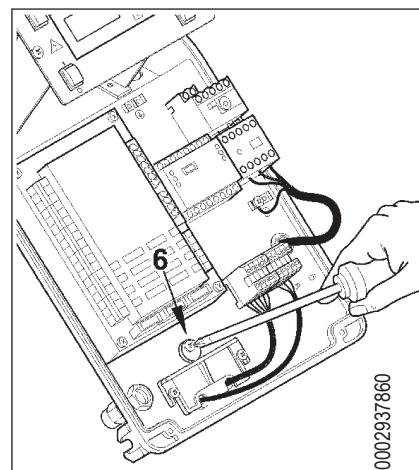

Рисунок 3
- Установить на место плиту для крепления кабелей (рис. 3). Поверните эксцентрик (6) так, чтобы пластинка зажима (3) придавила нужным образом два провода. Теперь можно затянуть винты, фиксирующие пластинку зажима. Наконец, соедините 7-штырьковый и 4-штырьковый разъемы.